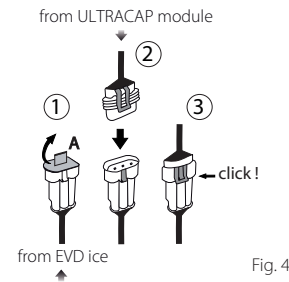
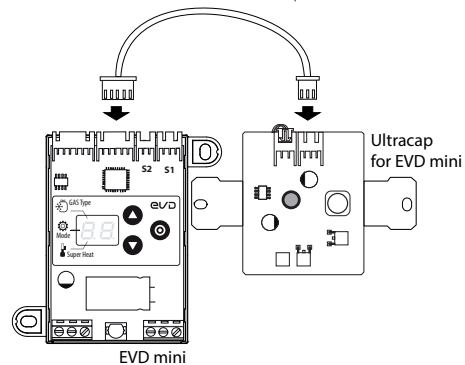

Fig. 4
Fig. 5
- Pour EVD ice: enlever le capuchon (A, fig. 4) du câble venant du pilote, enfiler complètement le connecteur venant du module Ultracap jusqu'à ce qu'on entende un « clic ». Pour EVD mini : enfiler le câble de connexion avec les connecteurs JST dans les 2 cartes (fig. 5).
- Für EVD ice: Die Kappe (A, Fig. 4) des vom Treiber stammenden Kabels abnehmen. Den vom Ultracap-Modul stammenden Stecker bis zum Einklicken einfügen. Für EVD mini: Das Anschlusskabel mit den Steckern JST in die beiden Platinen einführen (Fig. 5).